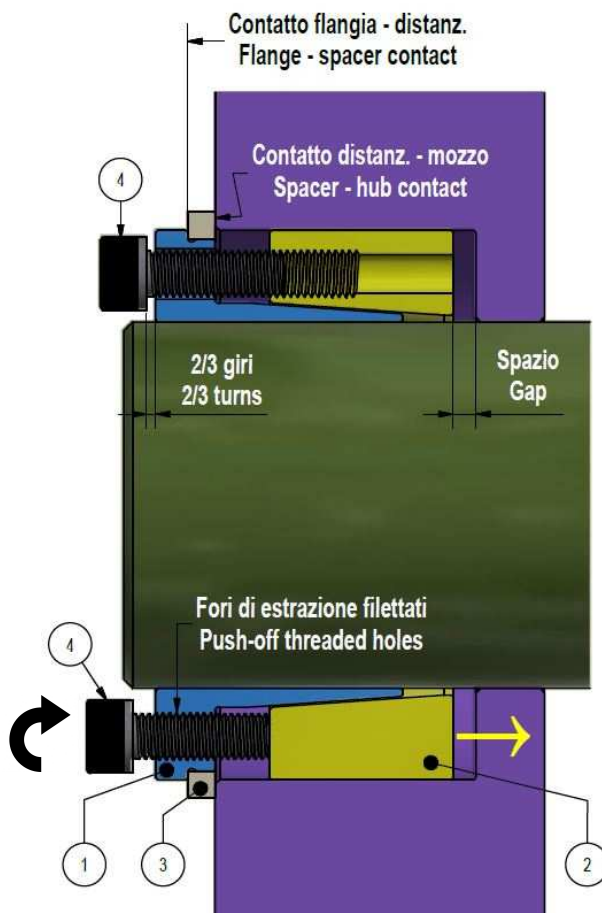

Fig. 2. Separazione degli anelli e posizionamento del calettatore.
2. Allentare tutte le viti di due/tre giri e spostarne almeno due nei fori filettati dell'anello interno. Serrare leggermente queste viti, in modo da **separare gli anelli per una più facile installazione del calettatore** (fig. 2).
3. Inserire il calettatore nel foro del mozzo ed installare l'assieme sull'albero, assicurandosi che gli elementi collegati si trovino nella posizione desiderata. **Gli anelli interno ed esterno devono essere completamente supportati rispettivamente da albero e mozzo** (fig. 2). **L'anello distanziale deve essere completamente appoggiato alla flangia dell'anello interno e alla faccia del mozzo** (fig. 2). A questo punto, riposizionare le viti usate per separare gli anelli. Nel caso di mozzi con spallamento, lasciare qualche millimetro di spazio tra l'anello esterno e lo spallamento (fig. 2).